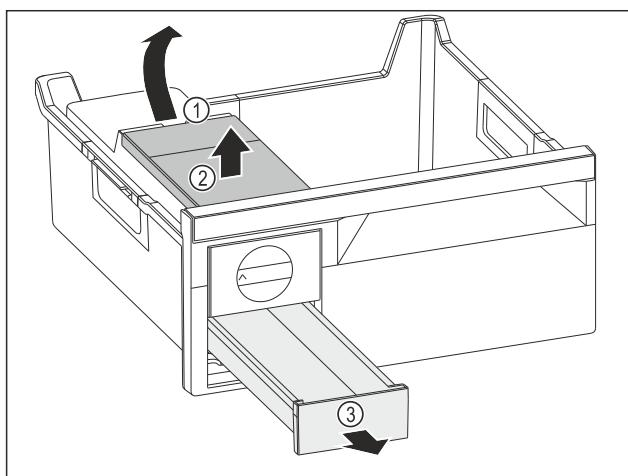

Fig. 130
- Odobratie nádržky na vodu: Nádržku na vodu nadvihnite za vybranie Fig. 130 (1).
► Nádržku na vodu Fig. 130 (2) odoberte smerom nahor.
► Zásuvku na kocky ľadu Fig. 130 (3) odoberte smerom nahor.